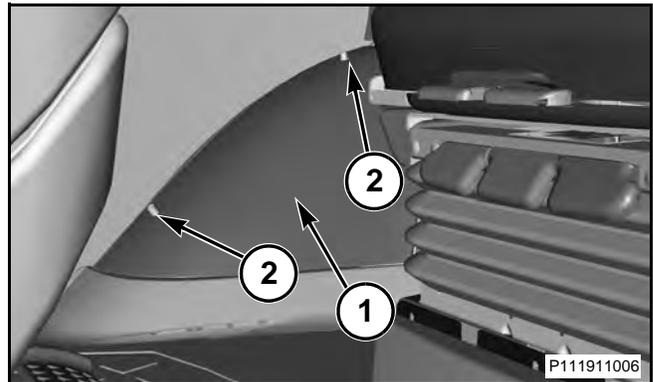

FIG. 146
FIG. 146: El tablero principal de fusibles (1) está situado en el lado derecho de la cabina junto al piso de ésta. Para acceder a los fusibles, deberán aflojarse dos sujetadores cargados mediante resorte (2).